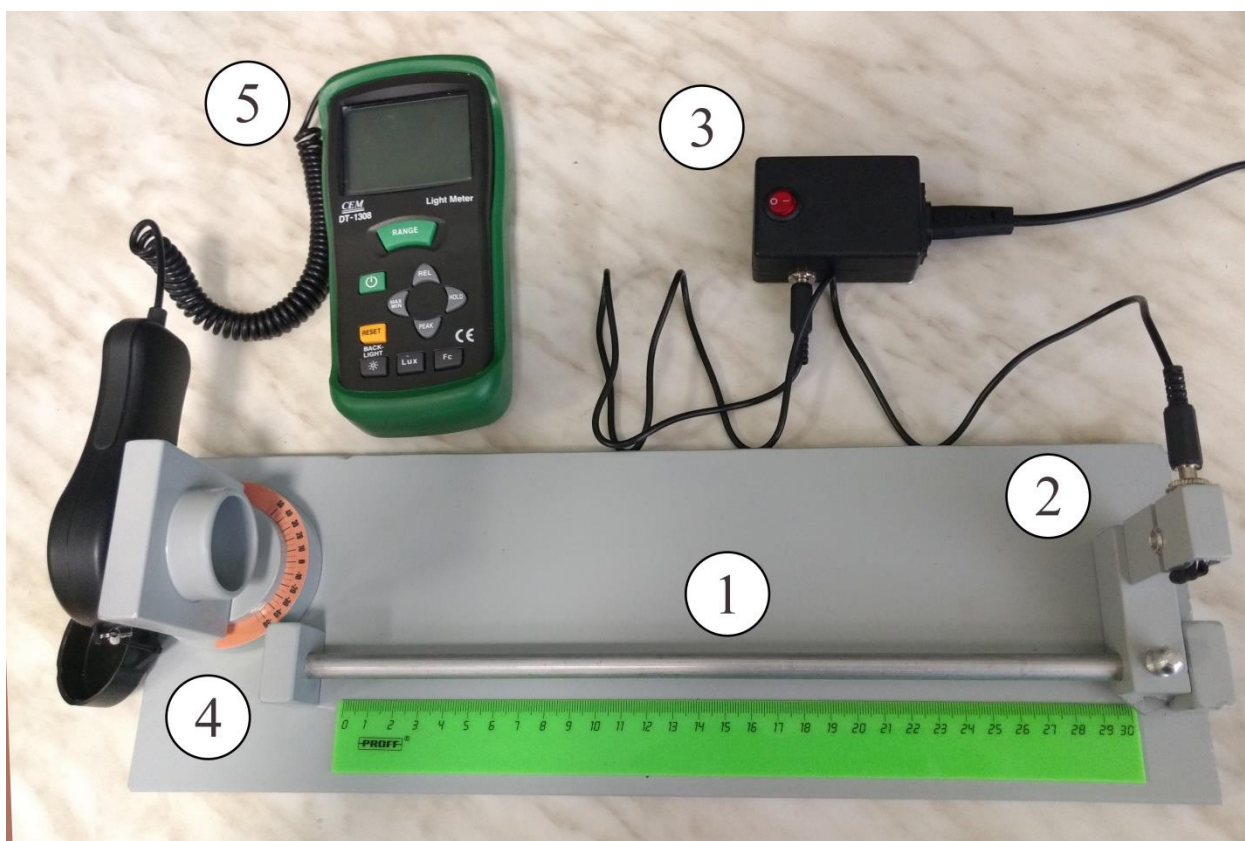

Рис. 7.13. Экспериментальная установка для измерения световых характеристик.
Экспериментальная установка показана на рис. 7.13. На оптической скамье (1) установлены: светодиод (2) (подключённый к блоку питания (3)) и поворотный держатель (4), на который закрепляются либо *фотодатчик люксметра DT-1308*, либо *фотодиод*, либо *солнечный элемент* (на рис. 7.13 оба не показаны). Для регулировки тока через фотодиод и регулировки нагрузки солнечного элемента используется реостат и мультиметр DT-830B, работающий в режиме омметра. Ток и напряжение в цепи фотоприемников измеряются мультиметрами DT-830B и MS8040.
Для питания схемы с фотодиодом используют блок питания НУ 3003 (на рис. 7.13 не показан).